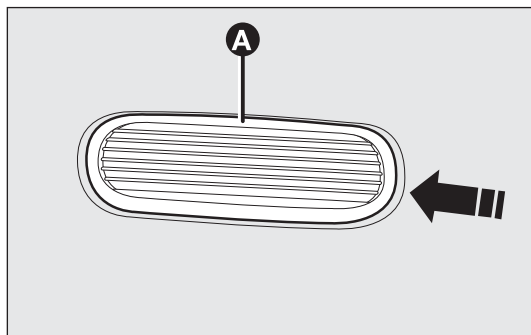

fig. 147
- pousser le transparent A-fig. 147 dans la direction de marche de la voiture et l'extraire (il est fixé par pression) ;